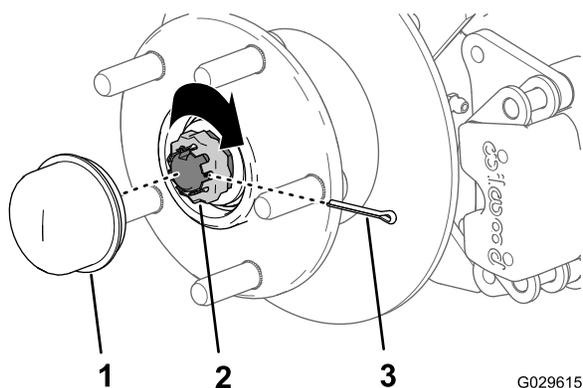

Bild 33
8. Befestigen Sie den Halter über der Mutter und prüfen die Ausfluchtung des Schlitzes im Halter und dem Loch in der Spindel für den Splint (Bild 33).
9. Setzen Sie den Splint ein und biegen Sie jeden Abschnitt um den Halter (Bild 33).
10. Setzen Sie den Staubdeckel auf die Radnabe (Bild 33).